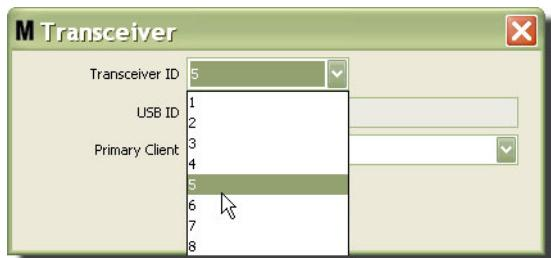

Рис. 89
- Чтобы изменить идентификатор приемопередатчика, нажмите стрелку поля «Transceiver ID» [ИД приемопередатчика]. Отобразится выпадающий список. Из выпадающего списка выберите значение идентификатора приемопередатчика (Рис. 89). Нажмите кнопку «OK» [OK], чтобы закрыть окно и сохранить изменения.